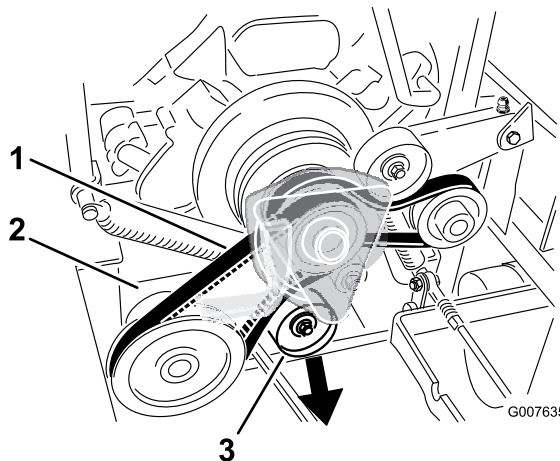

Figure 51
5. Appuyez sur la poulie de tension rappelée par ressort de la courroie d'entraînement de PDF et déposez la courroie de la poulie d'embrayage (Figure 51).
17. Appuyez sur la poulie de tension rappelée par ressort de la courroie d'entraînement de PDF et placez la courroie sur la poulie d'embrayage (Figure 51).